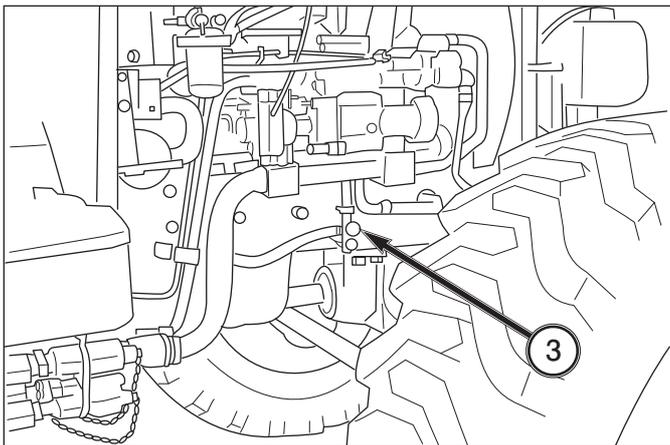

FIG. 6-14
**FIG. 6-14:** Ouvrez le robinet de vidange, 3, à droite du moteur pour vidanger le liquide de refroidissement. Enlevez aussi le bouchon du radiateur, 2, pour faciliter l'écoulement du liquide de refroidissement. Déposez le vase d'expansion, 1, pour le vider.